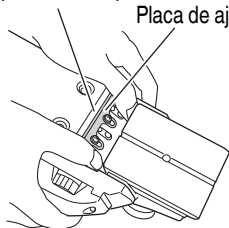

Fig. 28
- (1) Inserte una parte torneada de la placa de ajuste (A) fijada a la cuchilla en aun ranura de la parte plana del bloque del cortador. (Fig. 28 y 29)